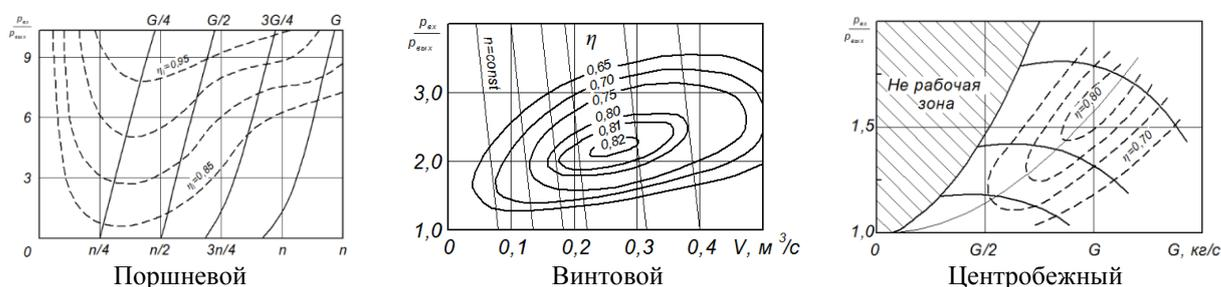

Рисунок 1.1.2 - Характеристики различных типов компрессоров [18]
2. Лопаточные компрессоры имеют на своей характеристике зоны неустойчивой работы, где их работа не возможна или сильно затруднена (рисунок 1.1.2) [1, 4, 17, 18, 21, 20].